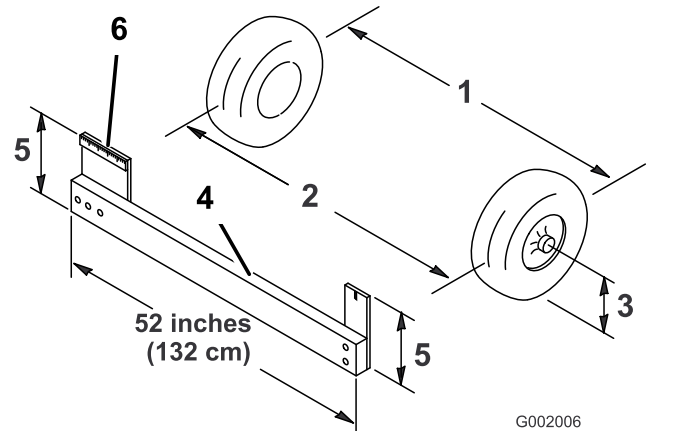

图 33
- 以轮轴的高度为标准分别测出两个前轮的轮前距离和轮后距离 图 33。
**注意** 如果要以轮轴高度为标准测量前轮的轮后距离则需要一个夹具或定位仪。使用相同的夹具或定位仪、还可以以轮轴高度为标准、准确测量前轮的轮前距离 图 33。